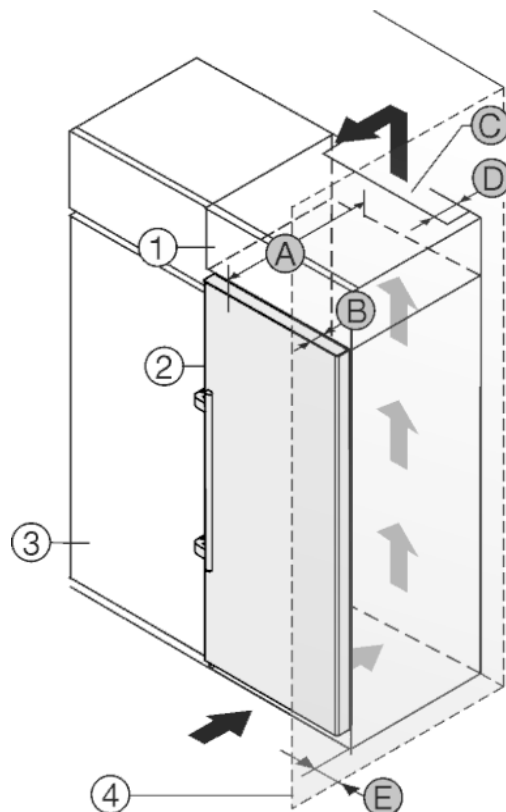

Fig. 23
Urządzenie może zostać obudowane szafkami kuchennymi. Aby dopasować urządzenie *Fig. 23 (2)* do wysokości ciągu szafek kuchennych, można nad urządzeniem umieścić szafkę nasadzaną *Fig. 23 (1)*.
Urządzenie można ustawić bezpośrednio obok szafki kuchennej *Fig. 23 (3)*. By móc całkowicie otworzyć drzwi, urządzenie musi wystawać przynajmniej o głębokość *Fig. 23 (B)* za front szafki kuchennej. W zależności od głębokości szafek kuchennych oraz od zastosowania elementów dystansowych urządzenie może wystawać jeszcze bardziej.
- Na tylnej ścianie szafki nasadzonej wymagany jest wywiewny kanał wentylacyjny o głębokości *Fig. 23 (D)* na całej szerokości szafki.
- Pod sufitem pomieszczenia należy zachować przekrój odpowietrzający *Fig. 23 (C)*.
Jeżeli urządzenie będzie ustawiane z zawiasami do ściany *Fig. 23 (4)*, to pomiędzy urządzeniem i ścianą należy zachować odstęp *Fig. 23 (E)*. Na taką odległość wystaje klamka przy otwartych drzwiach.